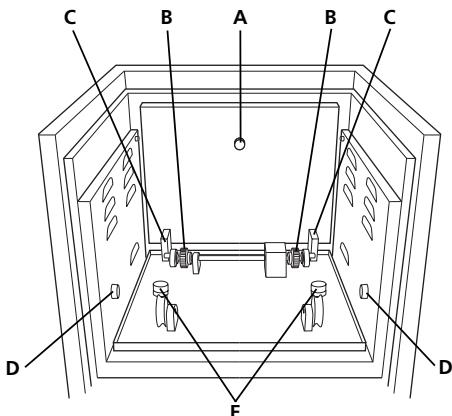

Fig 4: Componenti azionamento incubatore SI30H
- 5.4 Collocare la rotisserie nell'incubatore, appoggiandola sul meccanismo di rotazione, assicurandosi che le bande seghettate alle due estremità della rotisserie si innestino nei denti in acciaio del meccanismo di rotazione sul retro dell'incubatore (punto B Fig. 4). Le flangie in plastica della rotisserie devono collocarsi sui corrispondenti rullini sul lato inferiore dell'incubatore. Chiudere lo sportello dell'incubatore.
- 6.2 Afferrandola per l'apposita maniglia (A in Fig. 4), sollevare la piattaforma dalla sua posizione di riposo, farla scorrere in avanti e appoggiarla sul meccanismo di oscillazione, inserendo gli spinotti laterali della piattaforma nei corrispondenti supporti (D) delle pareti laterali della camera dell'incubatore. Questa azione colloca i blocchi in nylon (C) sulla parte inferiore della piattaforma sui rullini eccentrici (E) del meccanismo di oscillazione sul retro dell'incubatore.